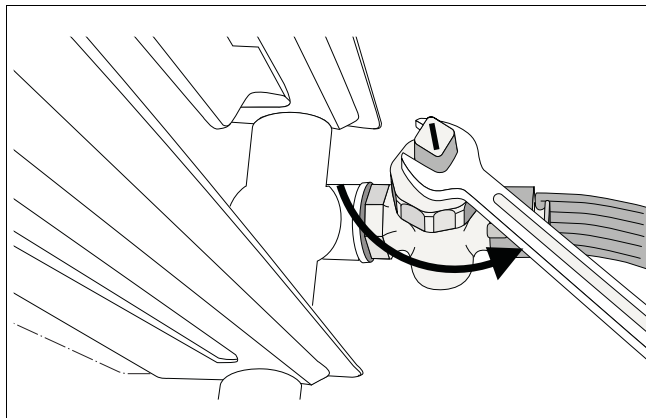

Рис. 94 Слив отопительной установки
- Слить котловую воду из системы через кран для заполнения и слива, расположенный в самой нижней точке отопительной установки. (рис. 94). (Автоматический) удалитель воздуха в самой верхней точке отопительной установки/или отопительного прибора должен при этом быть открыт.